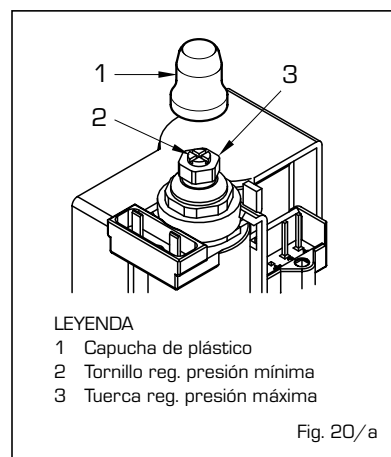

Fig. 20/a
- Con la manopla del potenciómetro sanitario al valor máximo, el grifo agua caliente sanitaria abierto y el quemador encendido, manteniendo bloqueada la tuerca (3), girar el tornillo (2) buscando el valor de la presión mínima como indicado en la **Tabla 4**: para reducir la presión, girar el tornillo en sentido antihorario, para aumentarla, girarlo en sentido horario.
- Volver a poner la capucha de plástico (1).
4.3.2 Regulación presión válvula HONEYWELL VK 4105M (fig.20/b)